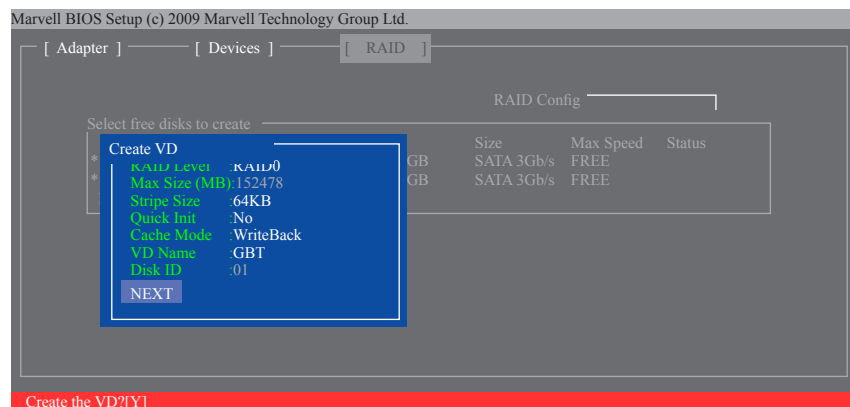

図 7
6. **NEXT:** 上の設定を完了した後、**NEXT** に移動して<Enter>を押してアレイの作成を開始します。確認を求められたら、<Y>を押して確認するか <N>を押してキャンセルします (図 7)。